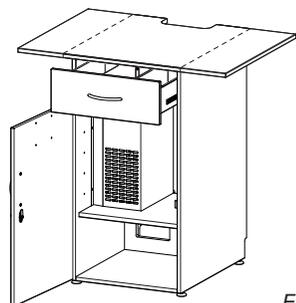

Fig. 21
3.10.4 Onderkast met ingebouwde koelunit (fig. 21)